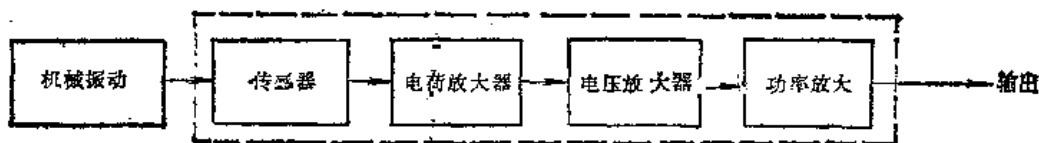

图19-1-1 电子听诊器的工作原理图
(1) 207电子听诊器 是一种供现场使用的便携式简易诊断仪器。它是利用对机器振动特征及振动量的检测来判断故障的,其工作原理如图19-1-1所示。